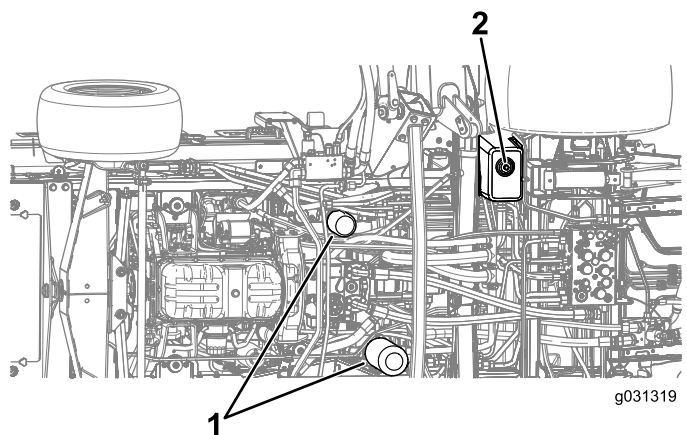

Bild 132
4. Nehmen Sie die Ablassschraube unten am Behälter ab und lassen Sie das Hydrauliköl in die Auffangwanne ablaufen (**Bild 132**).
3. Stellen Sie eine Auffangwanne unter den Filter und entfernen den Filter (Bild 132).